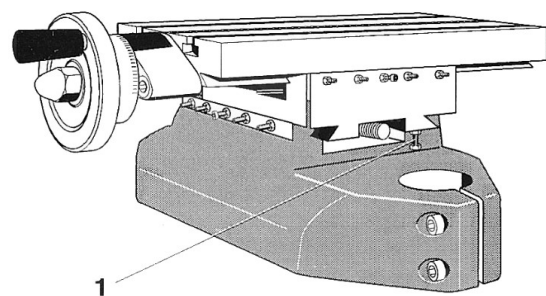

Fig. 11
3. Anschlagsschraube 1 (Fig. 11) herausdrehen.
3. Unscrew the stop screw 1 (Fig. 11)
3. Dévisser la vis de butée 1 (fig. 11).
3. Svitare la vite d'arresto 1 (fig. 11).